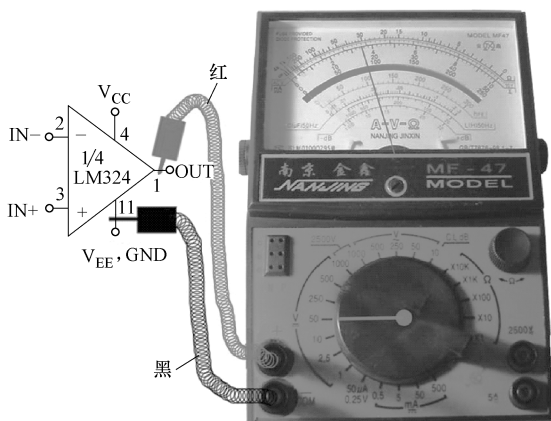

图 5-6 检测运算放大器电压值
将万用表拨至万用表直流电压挡（如 DC 50V），测量输出端（①引脚）与负电源端（⑪引脚）之间的电压值约为 22V。然后用手持金属镊子依次点触运算放大器的两个输入端（即加入干扰信号），并观察万用表指针的摆动情况，正常时，万用表指针会有较大的摆动，若指针根本不动，则说明该运算放大器已损坏。图 5-6 所示（以 LM324 型集成运算放大器为例）为集成运算放大器电压的检测方法。